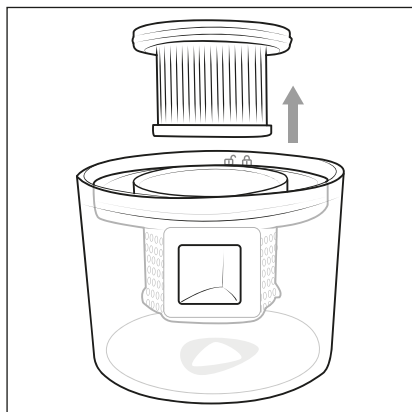

Bild 5
- 2) Fatta tag i HEPA-filtret **5** med tummen och pekfingeret och dra ut det ur dammfiltret **6** (bild 5).